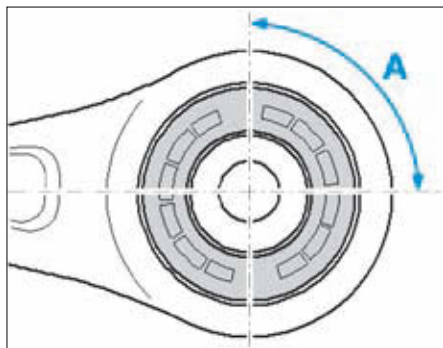

FIG. 19
- Procéder de la même manière pour le palier côté berceau en prenant garde à la position angulaire du palier (Fig.19).